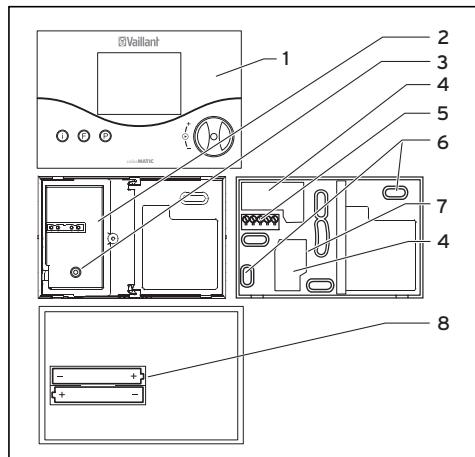

Fig. 9.1 Montage du thermostat d'ambiance
Le thermostat se branche sur les bornes de raccordement 3-4 de l'appareil de chauffage au moyen d'une ligne de connexion à 2 brins (cf. fig. 9.1, n° 5).
- Retirez le thermostat d'ambiance (1) de son socle mural (7).
- Ouvrez la protection intérieure (2) du socle mural (7) en dévissant la vis (3) puis en rabattant la protection vers le haut à droite.
- Percez deux trous de fixation (6) de 6 mm de diamètre (conformément à la fig. 9.1) puis insérez les chevilles fournies.
- Insérez les piles fournies dans le logement au dos du thermostat (fig. 9.1, n° **8**). Respectez la polarité des piles.